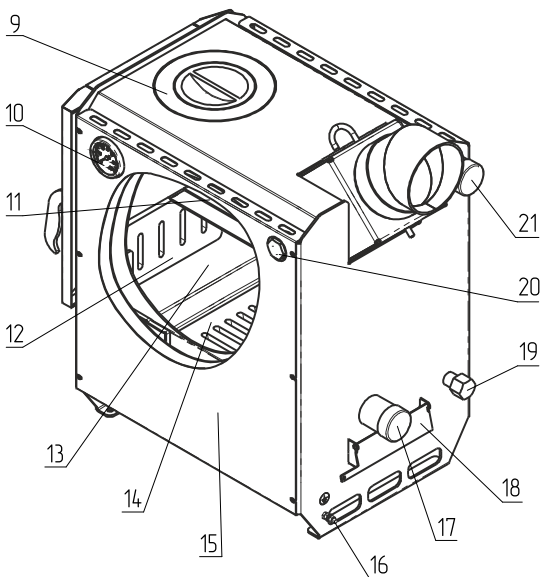

Рис.1 Конструкция отопительного аппарата
5.1. Аппарат (рис.1) состоит из корпуса (поз. 1), топки (поз. 13), газохода (поз. 11), дымохода (поз. 3), конфорки (поз. 9). В нижней части топки устанавливается решетка колосниковая (поз. 14) и зольный ящик (поз. 7). К передней стенке корпуса аппарата на оси присоединяется загрузочная дверца (поз. 8), через которую производится загрузка топлива и чистка колосниковой решетки. Регулировка подачи воздуха для работы аппарата осуществляется путем открытия и закрытия зольного ящика (поз.7). В задней части аппарата имеется заслонка подачи воздуха (поз.18), для работы аппарата совместно с тягорегулятором.